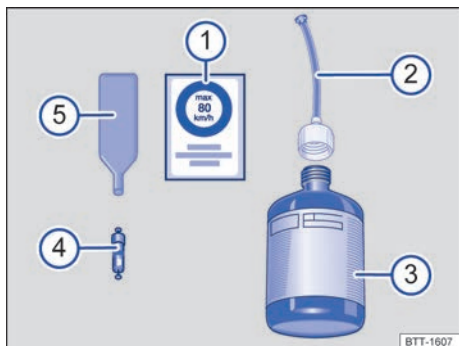

Fig. 277 Representación esquemática: componentes del kit reparapinchazos.
El kit reparapinchazos se compone de los siguientes elementos → fig. 277:
El **desmontaobuses** → fig. 277 5 lleva en el extremo inferior una ranura para el obús de la válvula. Solo así se puede desenroscar y volver a enroscar el obús de la válvula del neumático. Esto también vale para el obús de repuesto 4.
- Pegue el adhesivo → fig. 277 ① del kit reparapinchazos en el tablero de instrumentos dentro del campo de visión del conductor.
- Desenrosque el obús de la válvula con el desmontaobuses → fig. 277 ⑤ y deposítelo sobre una superficie limpia.
- Agite enérgicamente la botella de sellante → fig. 277 ③ unas cuantas veces.
- Enrosque fijamente el tubo de llenado → fig. 277 ② en la botella de sellante en el sentido de las agujas del reloj. El precinto de la boca de la botella se perfora automáticamente.
- Retire el tapón del tubo de llenado → fig. 277 ② e introduzca el extremo abierto en la válvula del neumático por completo.
- Enrosque nuevamente el obús en la válvula del neumático con ayuda del desmontaobuses → fig. 277 ⑤.